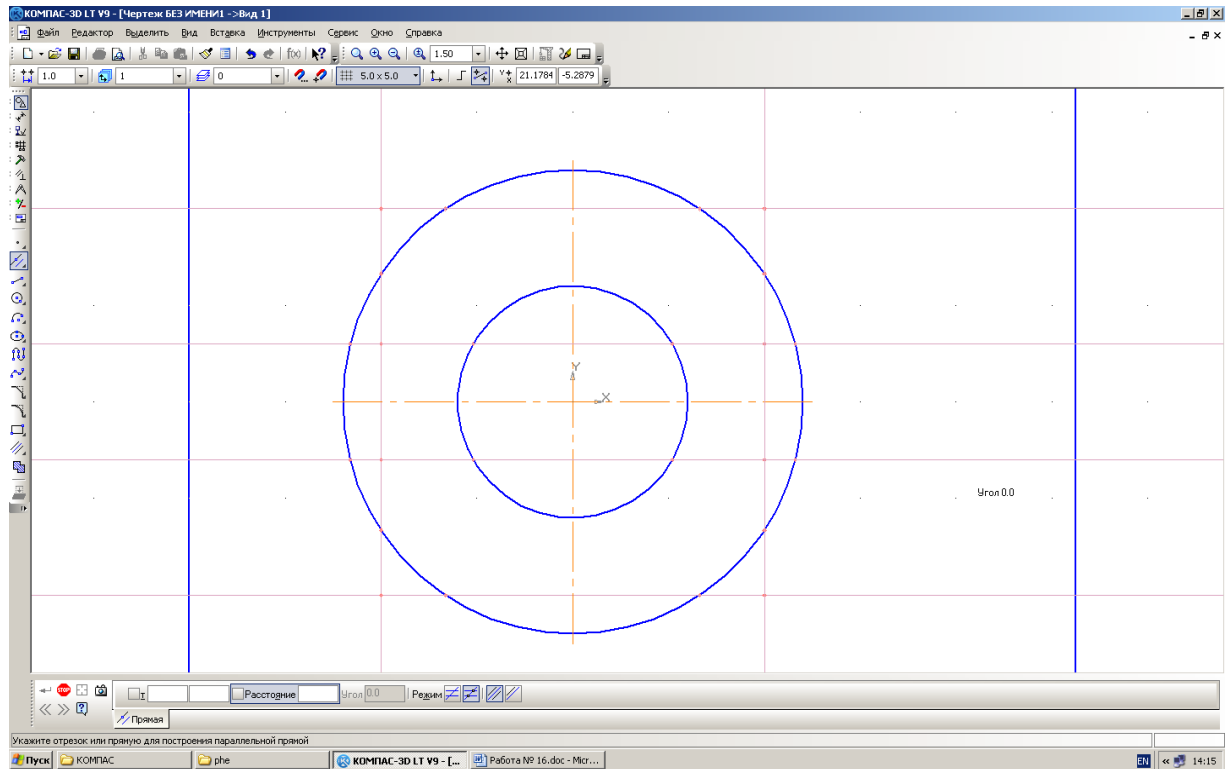

Рис. 16.4.
3.5. Постройте теперь две вертикальные вспомогательные прямые, параллельные вертикальной осевой линии, на расстоянии 10 мм справа и слева от нее (рис. 16.4). Эти прямые нужны для вычерчивания боковых вырезов прокладки. Построение выполняется по аналогии с п. 3.4.